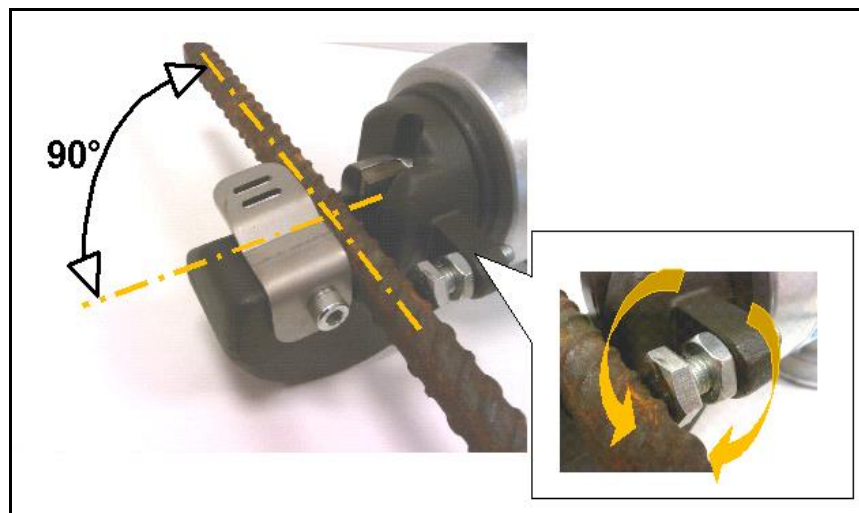

Fig. 4
Positionnez la lame sur l'objet à couper de manière à ce que celle-ci soit perpendiculaire à l'axe de l'objet (fig.4).
4. Faites l'appoint en introduisant lentement l'huile à l'aide d'un équipement approprié (par ex. un entonnoir comme indiqué à la fig. 4) puis remplissez jusqu'au bord supérieur de l'orifice en utilisant uniquement des huiles prescrites neuves ou propres ;